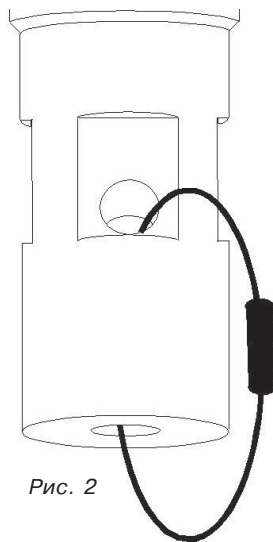

Рис. 2
- 4) Продеть петлю резистора 600 Ом через датчик и соединить концы. (см. рис. 2)